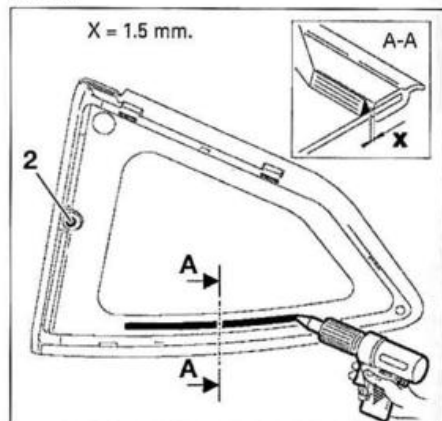

FIG. 62
- Aplicar un cordón de cola en la custodia, como en la foto (fig. 62).
- Colocar la luna de custodia, el tetón (2) en el taladro (B).